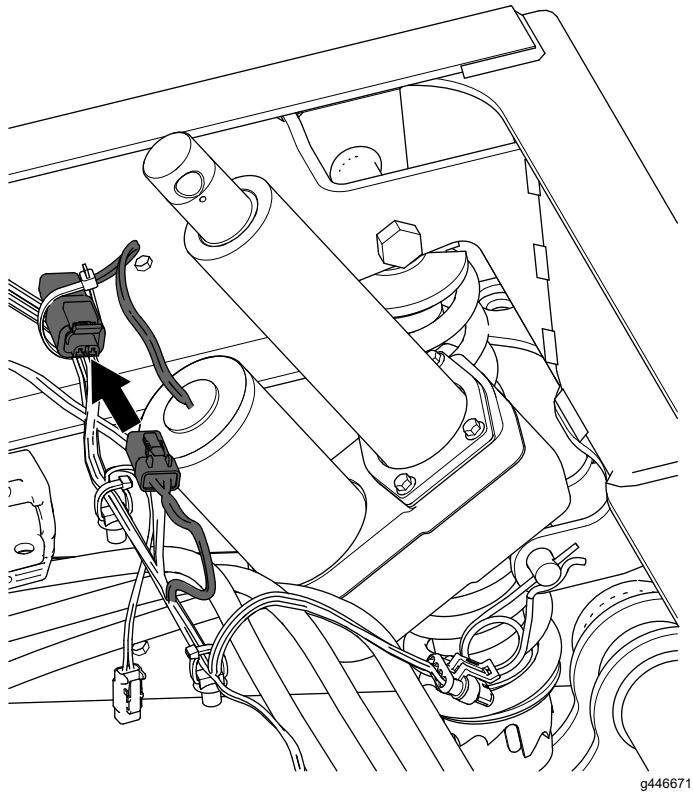

Figura 11
- Conecte el conector eléctrico hembra de 2 vías del arnés de cables trasero de la máquina al conector de 2 pinos del actuador del elevador (Figura 11).